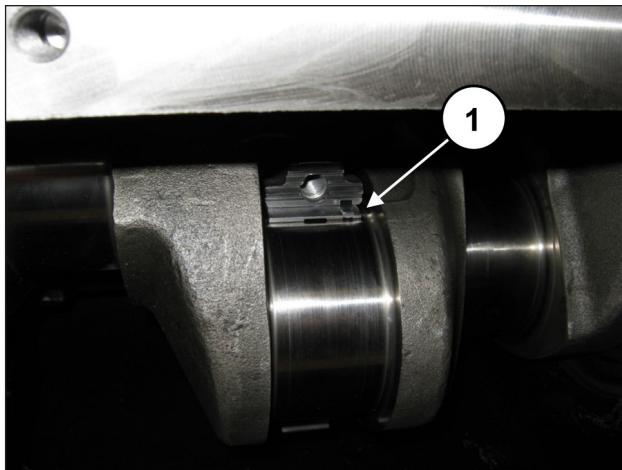

Fig. 65
Insira os semi-rolamentos superiores entre a haste e o eixo (pos. ①, Fig. 65).